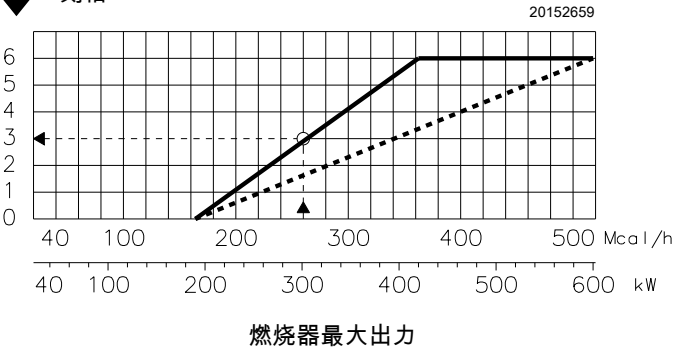
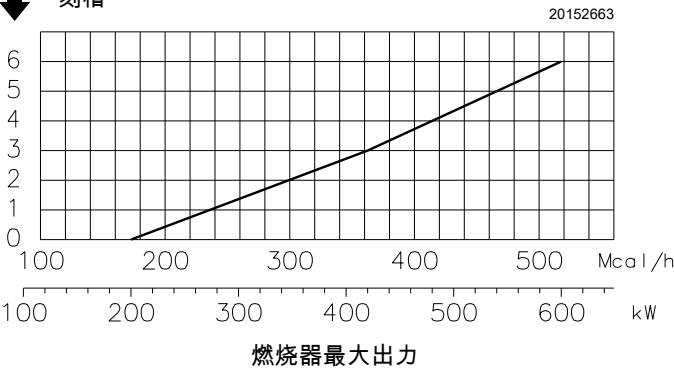
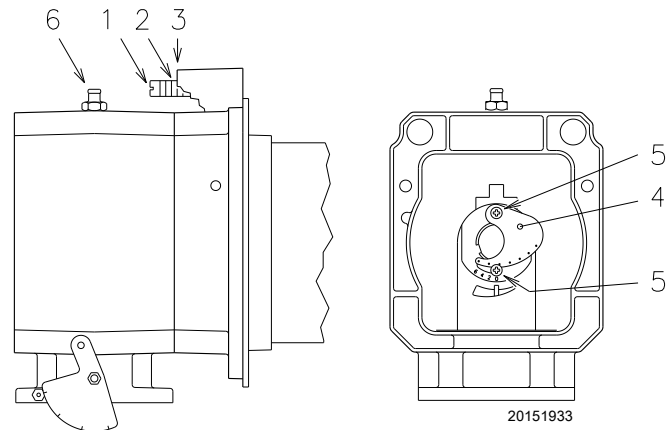

图 16
图 17
图 15
在安装的这一阶段，将燃烧筒和过渡段安装到锅炉上，如图 15 所示。
风量调节 (图 15 - 图 16)
由图 16 可知，燃烧器最大出力为 300 kW 时，空气量应设定在刻度 3。
如果炉膛压力为 0 mbar，空气量按 图 16 中虚线部分调整。
- 如果需要进行特殊设定，可将环形螺母 4) (图 15) 设定 (图 17) 中所示刻度处调节中央空气量。
- 要进行此操作，需拧松螺丝 5) (图 15) 并旋转环形螺母 4) (图 15)。
- 最后，再将螺丝 5) (图 15) 拧紧。